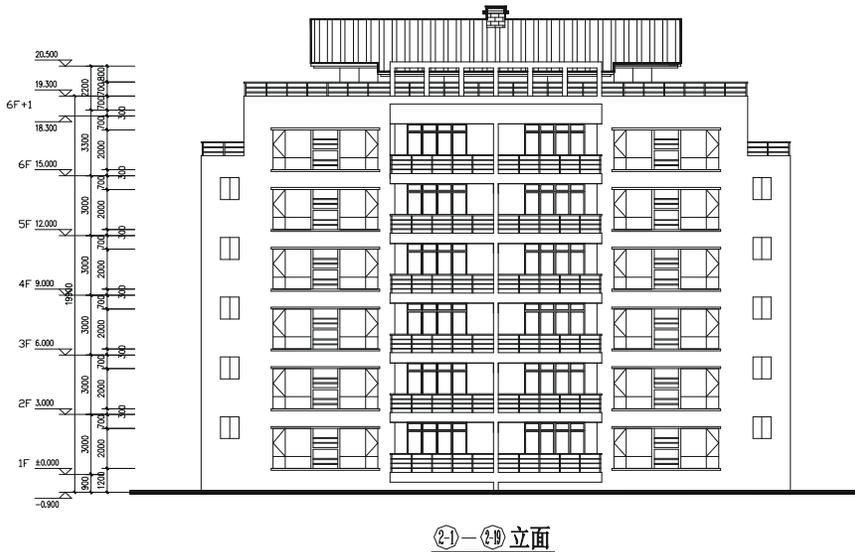

图 12-1-45
**STEP 37** 参照前面的平面图标注对该立面进行尺寸标注和文字标注,如图 12-1-45 所示。